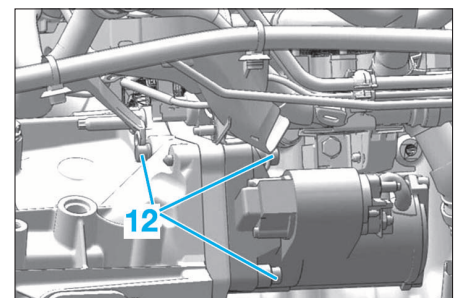

FIG. 5
- Déposer le catalyseur, puis déposer le goujon (11).
- Déposer les fixations du démarreur (12) (Fig.5).